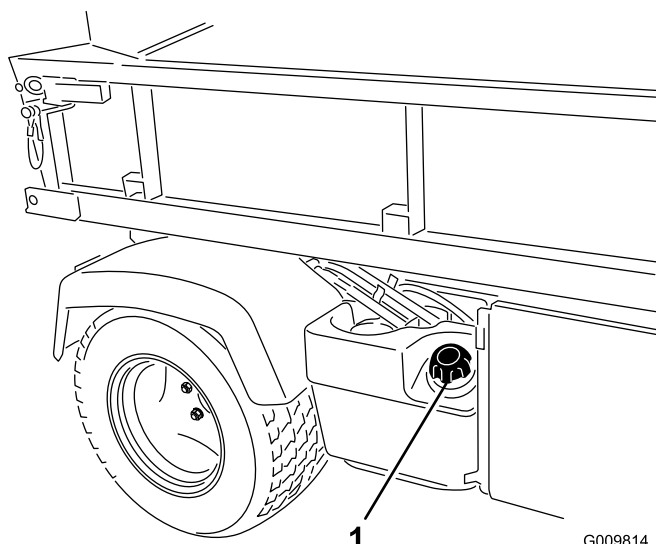

Bild 15
2. Schrauben Sie den Tankdeckel ab (Bild 15).